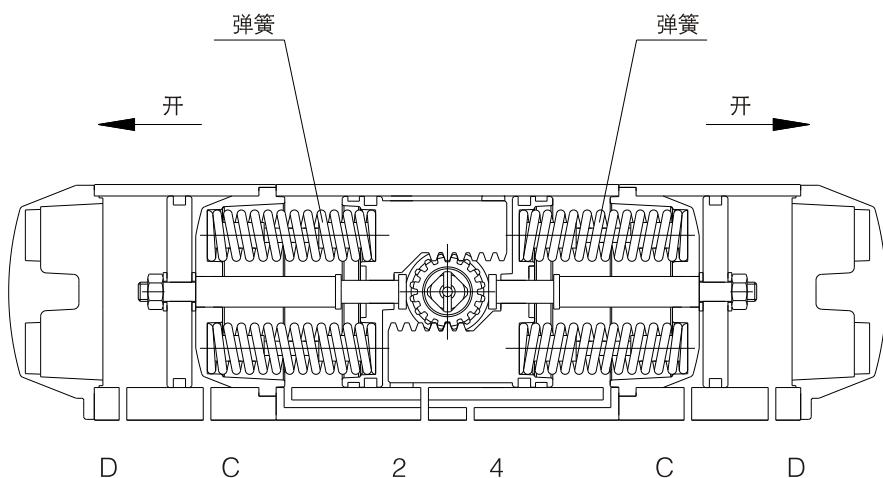

图6 单作用两段式执行机构结构示意图
1.3、当气源与信号发生故障时，阀门在执行器弹簧力作用下，来实现阀门故障要求。无需增加附件，方便可靠，节约成本。(见图6)